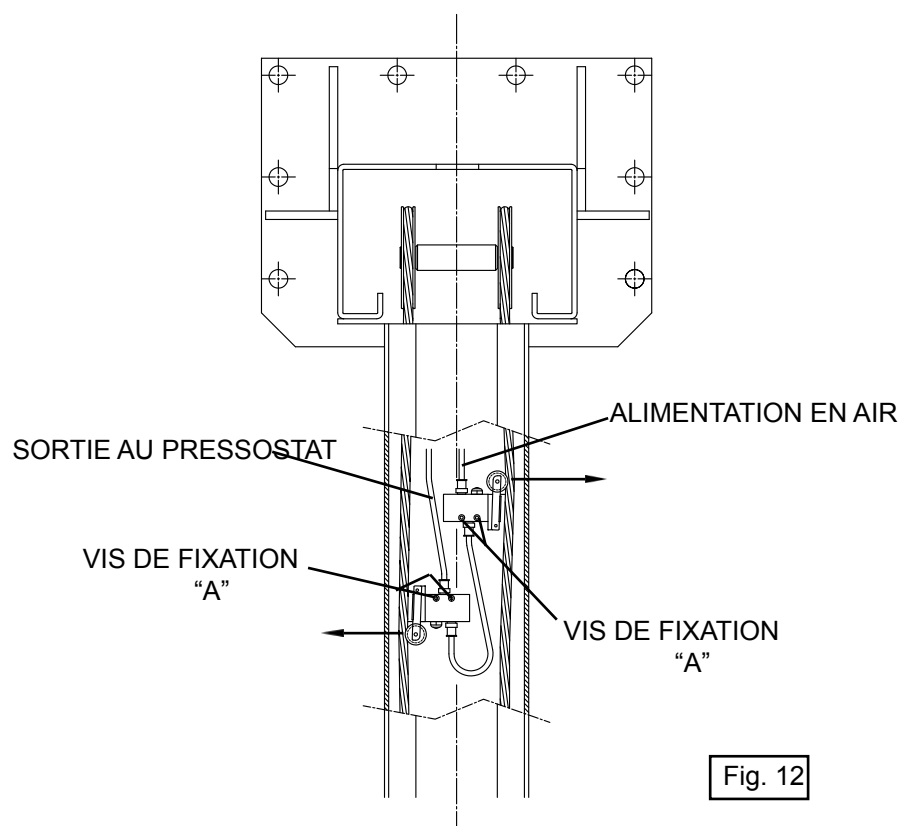

Fig. 12
- Installer le dispositif de sécurité des câbles (Fig. 12) :
Alimentation du pressostat depuis la sortie du système pneumatique de sécurité des câbles (fig. 12)
- Systèmes de mesure de la tension des câbles de mise à niveau (fig. 12).